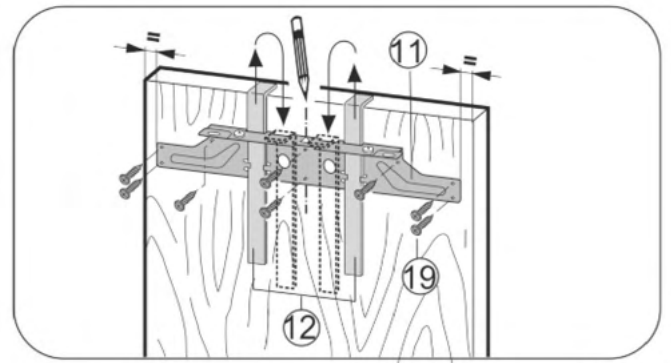

Fig. 18
- Befestigungstraverse Fig. 18 (11) mit den Montagehilfen Fig. 18 (12) auf die Innenseite der Möbeltür hängen.
- Befestigungstraverse Fig. 18 (11) mittig auf der Tür ausrichten.*
- Die Befestigungstraverse Fig. 18 (11) mit mindestens 6 Schrauben Fig. 18 (19) festschrauben.
- Befestigungstraverse Fig. 18 (11) mit 4 Schrauben Fig. 18 (19) am Rand festschrauben.
- Montagehilfen Fig. 18 (12) nach oben herausziehen und in die danebenliegenden Aufnahmeöffnungen gedreht einschieben.